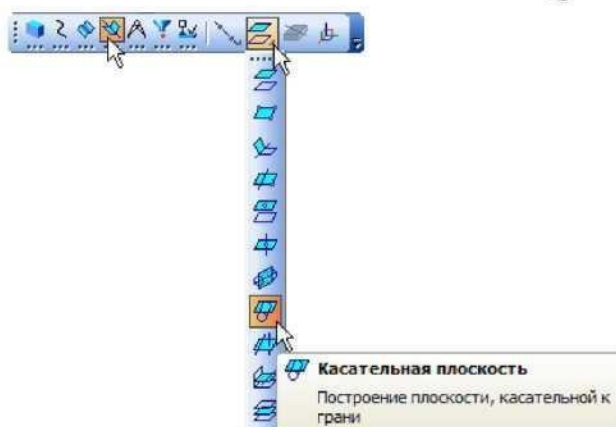

Рис. 5
12. Нажмите кнопку *Касательная плоскость*  на Расширенной панели команд создания вспомогательных плоскостей (рис. 5).